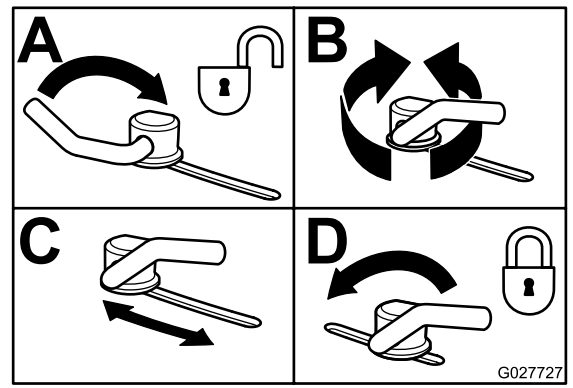

Figure 30
3. Pour régler les verrous à came, soulevez le levier pour desserrer le verrou (Figure 30).
5. Repoussez le levier à sa position d'origine pour serrer le déflecteur et les verrous (Figure 30).